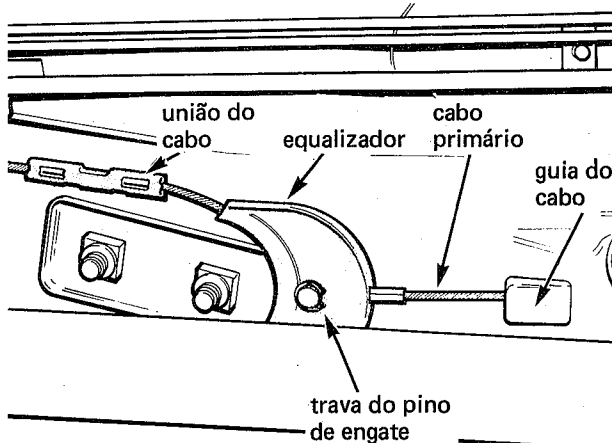

fig. 41
2. Com o freio de estacionamento totalmente desaplicado, remover a trava do pino de engate, do cabo primário ao equalizador (fig. 41)
2. Ligar o cabo primário ao equalizador, com o pino de engate e respectiva trava (fig. 41)
2. Com o freio de estacionamento totalmente desaplicado, remover a trava do pino de engate, do cabo primário ao equalizador, e retirar o pino (fig. 41)
1. Posicionar o cabo primário no assoalho e fixar a guia em sua correta posição (fig. 41)
4. Remover a trava do pino de engate, do cabo primário ao equalizador (fig. 41)
5. Posicionar o cabo secundário no equalizador e conectá-lo ao cabo primário, com o pino de engate e respectiva trava (fig. 41)